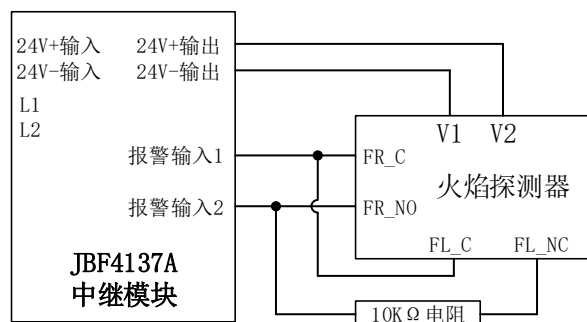

图 6 非编模式接线图
- 将 DC24V 电源接在 V1、V2 端子上，接线无极性要求，L1、L2 端子保持悬空，如图 6。
- 2、按图 6 接线图将火焰探测器与中继模块连接好。